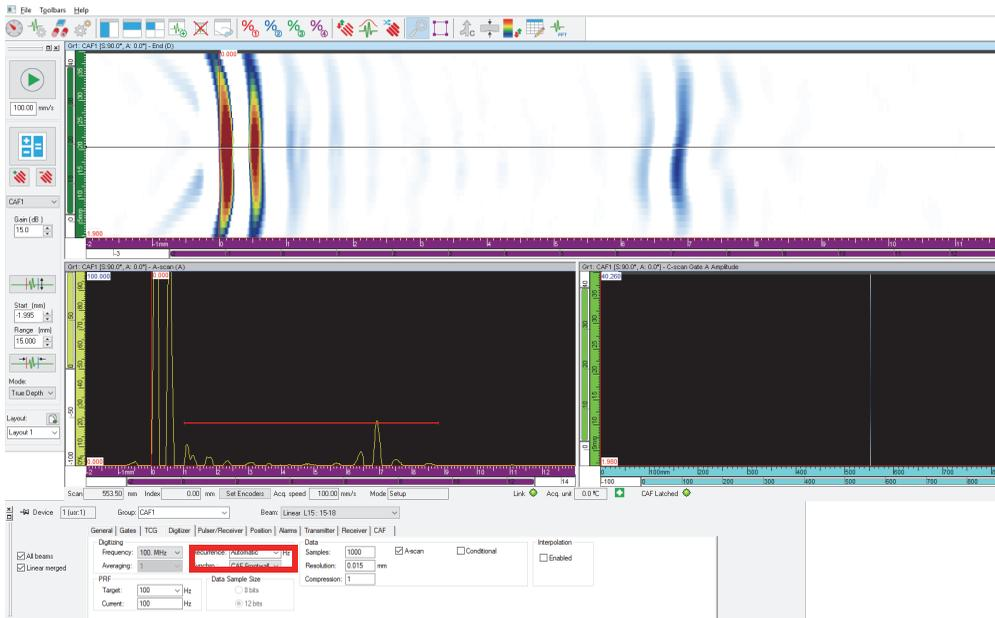

Figura 4-61 CAF sincronizado
9. Selecione **Configurações UT > Digitalizador**, sincronize (Figura 4-61 na página 159) o grupo CAF com o algoritmo e, em seguida, defina o intervalo UT.